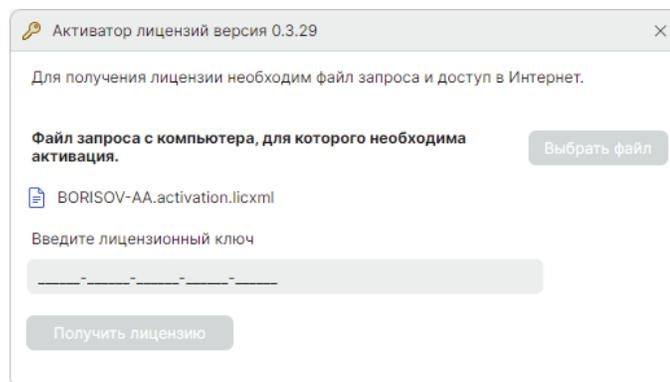

Рис. 20 Выбранный файл запроса
4. Выберите ранее созданный файл запроса, см. Рис. 20.